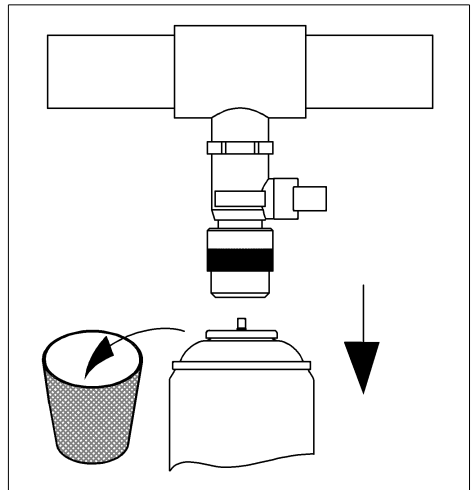

Abb. 5: QUICK-DOS Druckdose entsorgen
- QUICK-DOS Druckdose anschließend entsorgen (siehe Abb. 5).